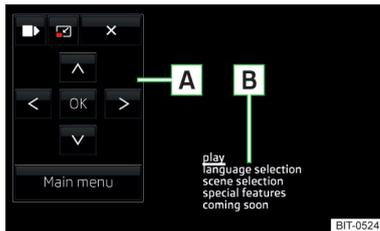

Abb. 171
**Beschreibung des DVD-Menüs** » Abb. 171